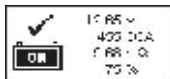

Fig.58
- Seleccione Ver Resultados de la prueba: [icono de documento] oprimiendo ► tecla y después [icono de batería] tecla. Los resultados almacenados se muestran como ejemplos (Fig.58,59,60,61 y 62) por debajo: